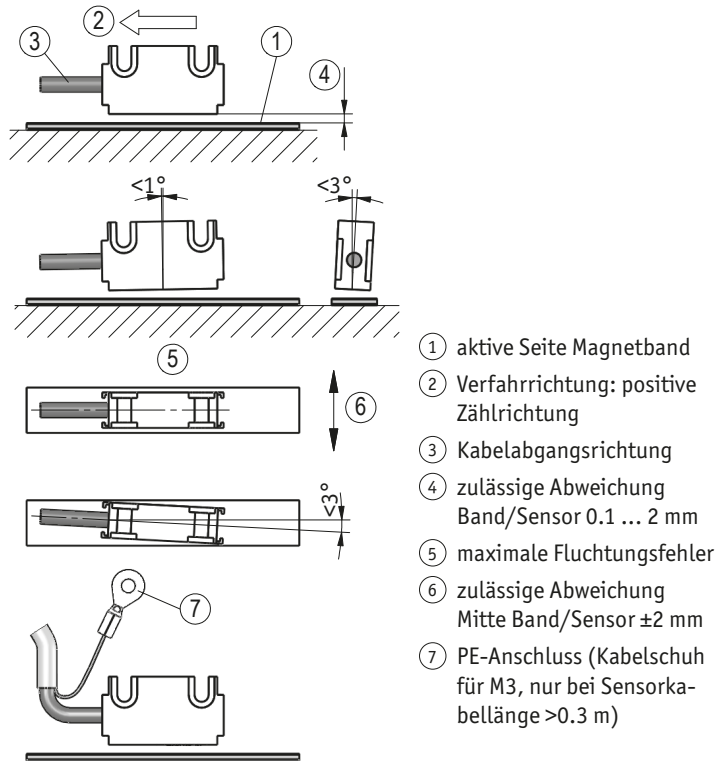

Abb. 7: Definition der Zählrichtung mit Magnetband und Montage Sensor/Magnetband, Abstandsmaße, Toleranzen
- ▶ Auf richtige Ausrichtung des Magnetsensors achten, damit die optimale Abtastung gewährleistet ist (siehe Abb. 7).
Bei Sensorkabellänge >0.3 m, muss das Anzeigengehäuse und der PE-Anschluss beim Sensor (siehe Abb. 7) ordnungsgemäß geerdet werden!